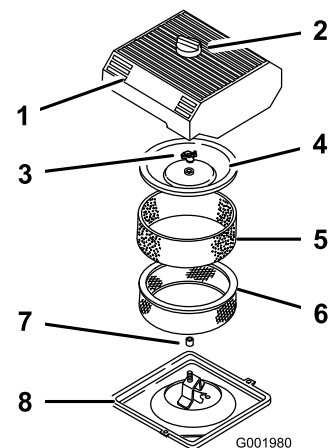

Bild 45
3. Reinigen Sie den Bereich um den Luftfilter herum, um zu verhindern, dass Schmutz in den Motor fällt und Schäden verursacht (Bild 45).
- Lösen Sie das Handrad an der Luftfilterabdeckung und nehmen Sie die Abdeckung ab (Bild 45).
- Schieben Sie das Schaumelement vorsichtig vom Papierelement (Bild 45).
- Schrauben Sie die Abdeckungsmutter ab und nehmen Sie die Abdeckung und das Papierelement ab (Bild 45).
- Schieben Sie den Schaumeinsatz vorsichtig auf den Papierluftfiltereinsatz (Bild 45).
- Schrauben Sie die Abdeckungsmutter mit der Hand auf der Abdeckung fest (Bild 45).
- Montieren Sie die Luftfilterabdeckung und das Handrad (Bild 45).